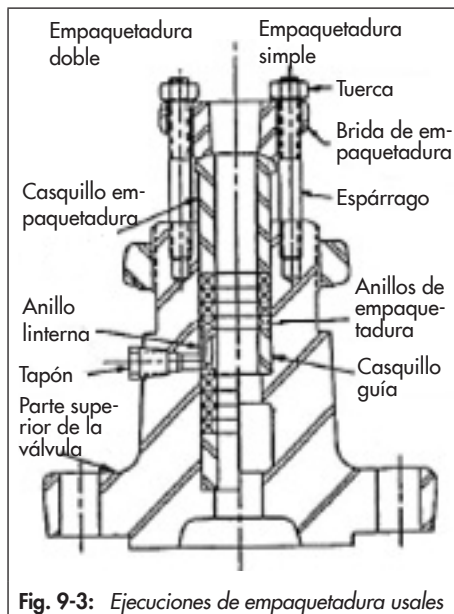

Fig. 9-3: Ejecuciones de empaquetadura usales
9. Con una herramienta adecuada, introducir cuidadosamente las partes de la empaquetadura (en especial en la parte con rosca) por el vástago del obturador en el alojamiento de la empaquetadura. Prestar atención al orden de las partes, ver Fig. 9-3.
6. Con una herramienta adecuada, introducir cuidadosamente las partes de la empaquetadura (en especial en la parte con rosca) por el vástago del obturador en el alojamiento de la empaquetadura. Prestar atención al orden de las partes, ver Fig. 9-3.
22. Con una herramienta adecuada, introducir cuidadosamente las partes de la empaquetadura (en especial en la parte con rosca) por el vástago del obturador en el alojamiento de la empaquetadura. Prestar atención al orden de las partes, ver Fig. 9-3.